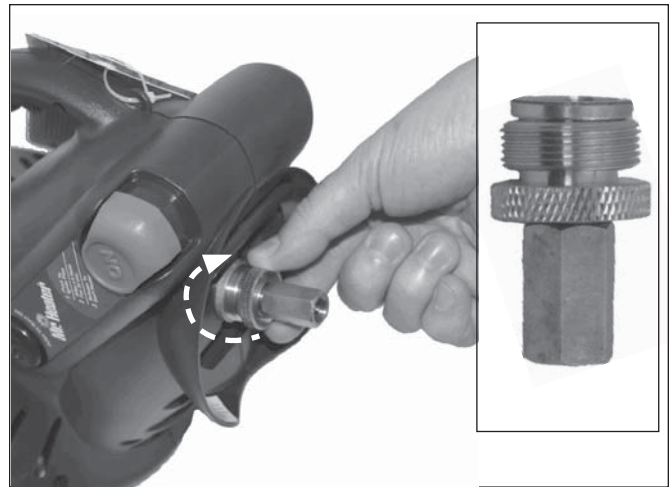
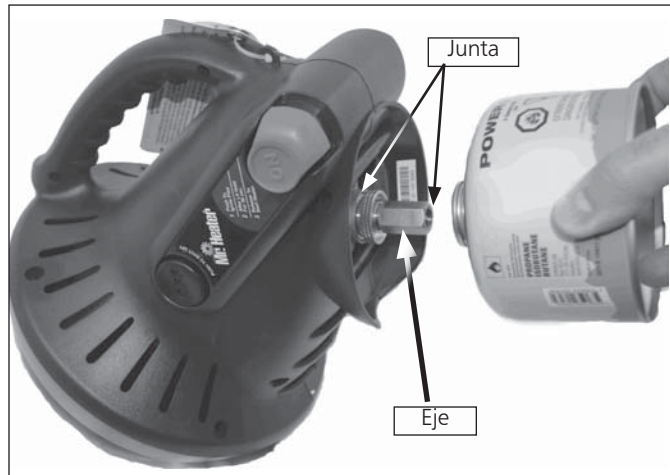

Figura 1
Figura 2
- Compruebe que las juntas estancas (entre el aparato y el contenedor de gas) estén en su sitio y en buen estado antes de realizar la conexión con el contenedor de gas. No utilice el aparato si sus juntas estancas están dañadas o desgastadas. No utilice el aparato si presenta fugas, daños o no funciona correctamente. Consulte la figura 2
- Para utilizar el aparato con una mezcla de butano y propano (G30+G31): Enrosque el adaptador de bronce en el sentido de las agujas del reloj en el regulador del calefactor portátil (desde la parte inferior) hasta que quede apretado. Consulte la figura 1. No utilice sellante de roscas en esta conexión. Enrosque el cartucho de mezcla de butano y propano (G30+G31) en el adaptador (en el sentido de las agujas del reloj). Una vez que el eje del adaptador comience a girar, significa que el cartucho está conectado. Cuando esto suceda, coloque el cartucho dentro de su soporte. Consulte la figura 2.
- Pulse el botón "ON" durante 30 segundos para que se encienda la llama auxiliar (repita este procedimiento hasta que se encienda) y déjelo apretado durante unos 30-60 segundos. Consulte la figura 2